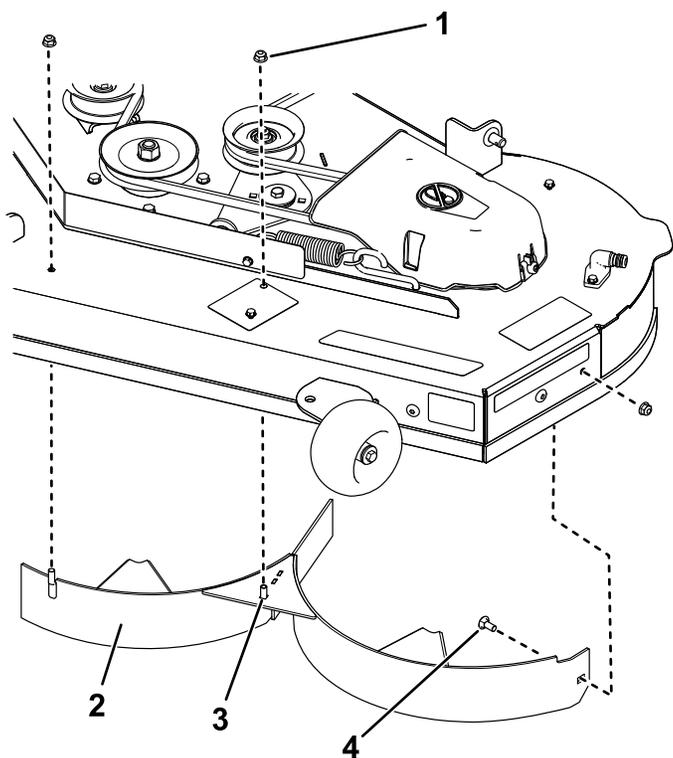

図 14
7. 左側バッフルに溶接されているピンからロックナット5/16"2個を外す 図 14。
8. 左側バッフルをデッキに固定しているキャリッジボルトとロックナットを外してバッフルを外す 図 14。
9. 異物の飛び出しを防止するために、付属部品の中にあるボルト2本と、先ほど外したロックナットを使って、刈り込みデッキの 図 14 の位置にある溶接付けピン用の穴を塞ぐ。